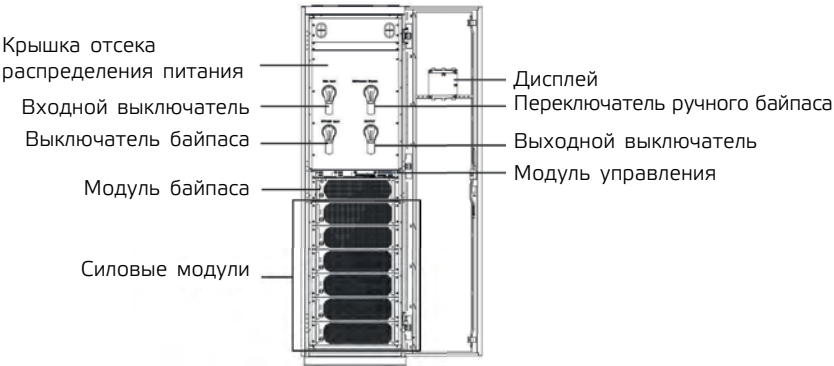

Рис. 1-8 Структура ИБП 300 кВА (полная конфигурация)
5. На Рис. 1-8 показана конструкция ИБП мощностью 300 кВА при полной нагрузке. Передняя дверца ИБП открыта.